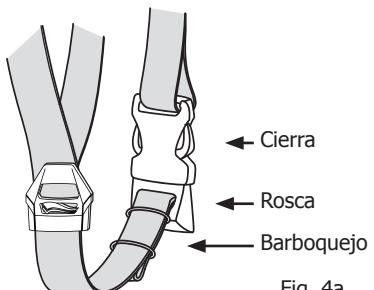

Fig. 4a
- Si la correa está demasiado suelta, apriétala con ayuda de la bobina del cierre (Fig. 4a)
- Si la correa está demasiado apretada, aflojéla igualmente con ayuda de la bobina (Fig. 4a).